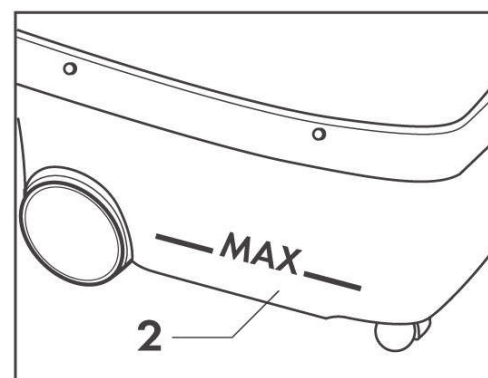

Fig. 5
Häll i 2,5 liter vatten i uppsamlingsbehållaren (2) för att öka sugeffekten. Därigenom filtreras luften och orenheter (damm, bakterier etc.) stannar kvar i behållaren. För att apparaten ska fungera på avsett sätt bör du inte överskrida maximimarkeringen (Fig. 5).